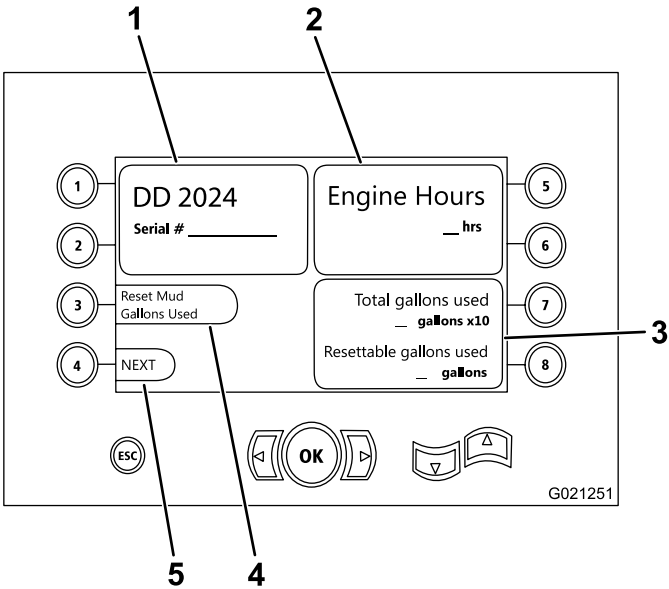

Figura 14
- El modelo y número de serie de la máquina (Figura 14).
- El número de horas de uso del motor (Figura 14).
- El total de galones de fluido de perforación usados, y el total reiniciable de galones de fluido de perforación usados (Figura 14).
Nota: Pulse el botón 3 para reiniciar el contador de galones de fluido de perforación usados desde el último reinicio (Figura 14).